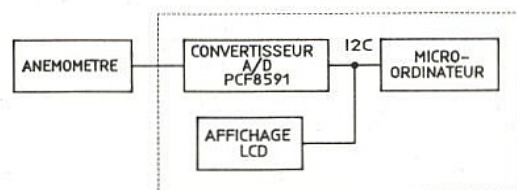

Figure 9
3) reliable à un micro-contrôleur via l'I2C (à noter que ce montage peut être considéré comme "universel" pour les applications des capteurs magnétiques), **figure 9**.